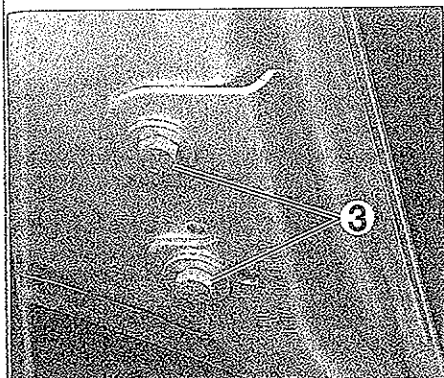
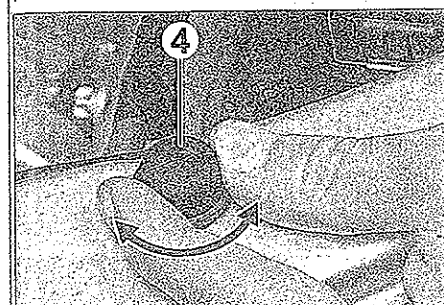

FIG. 15
FIG. 16
- Desatornillar los dos tornillos de fijación (3) en ambos lados del capó motor (fig. 15).
- Al montar, ajustar los juegos de apertura del capó motor con los tornillos (3) para el centrado (fig. 15) y los tornillos (4) para el reglaje de altura (fig. 16).